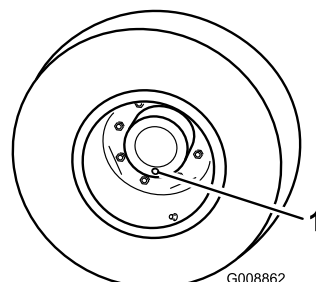

図 67
1. 平らな場所で、点検/ドレンプラグが一番低い位置時計の6時の位置に来るように停止させる 図 67。